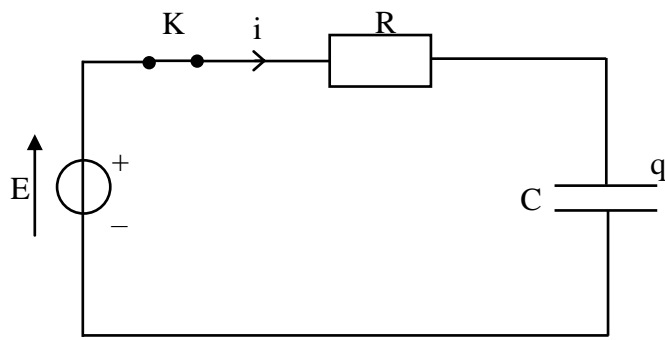

Figure 1
2.3. La tension aux bornes du générateur E étant constante, on voudrait augmenter la durée d'allumage. Quels sont les deux paramètres du circuit électrique de la figure 1 sur lesquels on peut agir ? Préciser pour chacun d'entre eux comment ils doivent varier.